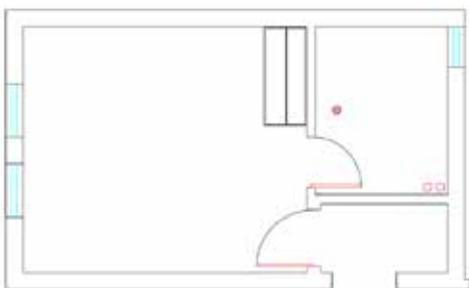

图 2-10
STEP 10 执行“直线”命令,绘制挂衣杆,执行“矩形”命令和“复制”命令,绘制衣架,如图 2-10 所示。